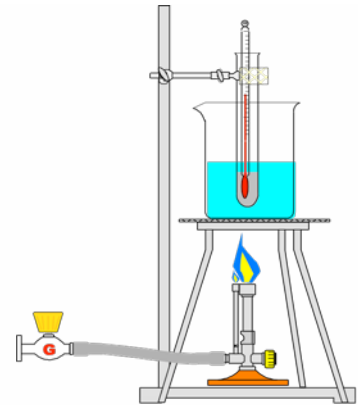

Abb. 1: Versuchsaufbau zur Ermittlung der Schmelz- und Siedetemperatur
- (1) Stelle ein Reagenzglas (RG) in ein RG-Gestell. Gib mit dem Spatellöffel ca. 2 cm hoch Stearinsäure in das RG.
- (2) Fülle ein Becherglas bis zur Hälfte (200 ml) mit handwarmem Leitungswasser.
- (3) Baue den Versuch nun wie in Abb. 1 dargestellt auf. Achte dabei darauf, dass die Spitze des Thermometers (weiss) gut in die Stearinsäure eingebettet ist (Thermometer leicht in den Feststoff eindrehen).
- (4)  Das Wasserbad wird nun mit dem Bunsenbrenner erhitzt. Wenn das Thermometer 50 °C anzeigt, wird mit der Messung begonnen.
- (3) Drehe die Stativklammer in der Apparatur, welche du bereits in Versuch 1 verwendet hast, vom Wasserbad weg auf die Seite. Damit soll vermieden werden, dass die Flügelmutter zur Fixierung des RG beim folgenden Erhitzen heiss wird.
- (4) Erhitze nun das Wasserbad zum Sieden und drehe dann die Gaszufuhr des Brenners zu.
- (5) Befestige das Reagenzglas nun in der Apparatur wie in Abbildung 1 (vgl. S. 2) gezeigt.